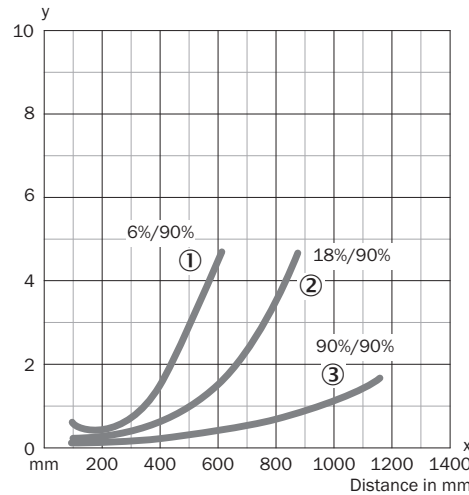
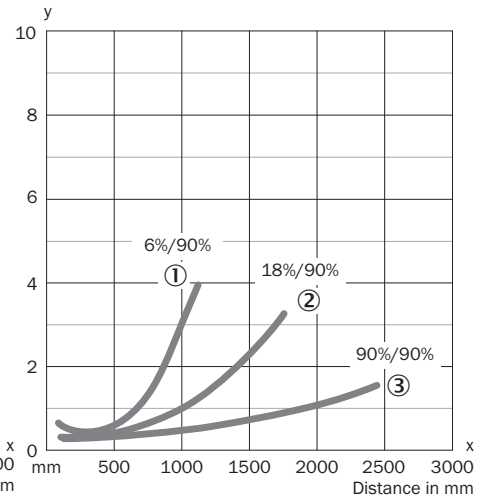

Figura 33: WT24-2xx4x, -2xx5x
Figura 34: WT24-2xx1x, -2xx2x
Verificar as condições de uso: equiparar a distância de comutação e distância até o objeto ou plano de fundo, bem como a refletividade do objeto, com o respectivo diagrama ver [figura 33 e figura 34] (x = distância de comutação, y = área de transição entre a distância de comutação ajustada e a supressão do fundo em % da distância de comutação (luminância do objeto / luminância do fundo)). Luminescência: 6% = preto ①, 18% = cinza ②, 90% = branco ③ (com base no padrão branco da norma DIN 5033). Recomendamos efetuar o ajuste com um objeto de baixa luminescência.
A distância mínima (= y) para a supressão de fundo pode ser determinada com base no diagrama [figura 33 ①] como a seguir: